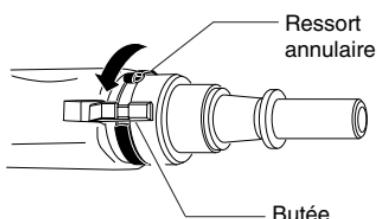

**Figure 24 - Insertion du tube dans le cylindre extérieur**
4. Insérer fermement le tube dans le cylindre extérieur en plaçant la section avec une fente vers le bas (consulter la Figure 24).